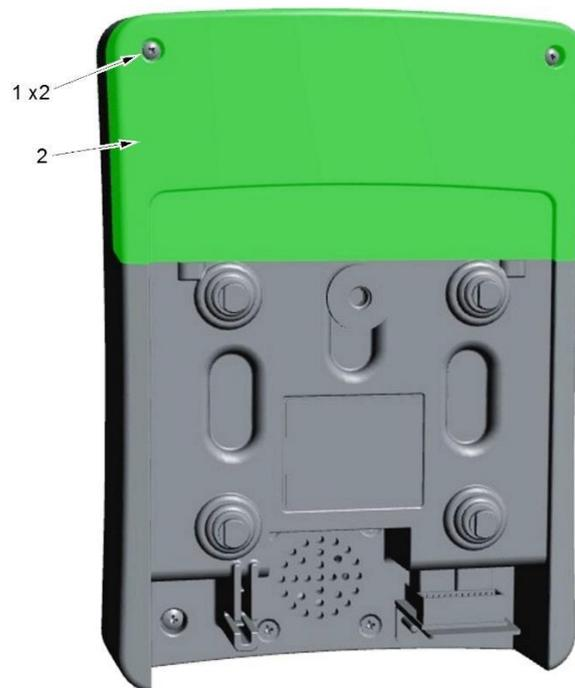

Figura 5 – Apertura de la tapa de mantenimiento
- i. Retirar los dos tornillos, las dos arandelas planas y las dos arandelas grover (ver la Figura 5, 1) que sujetan la tapa de mantenimiento de la validadora (ver la Figura 5, 2).